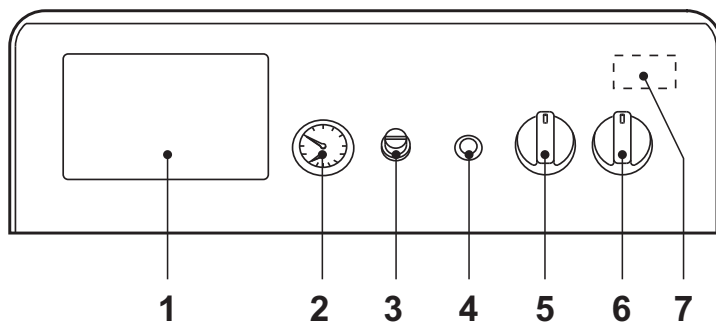
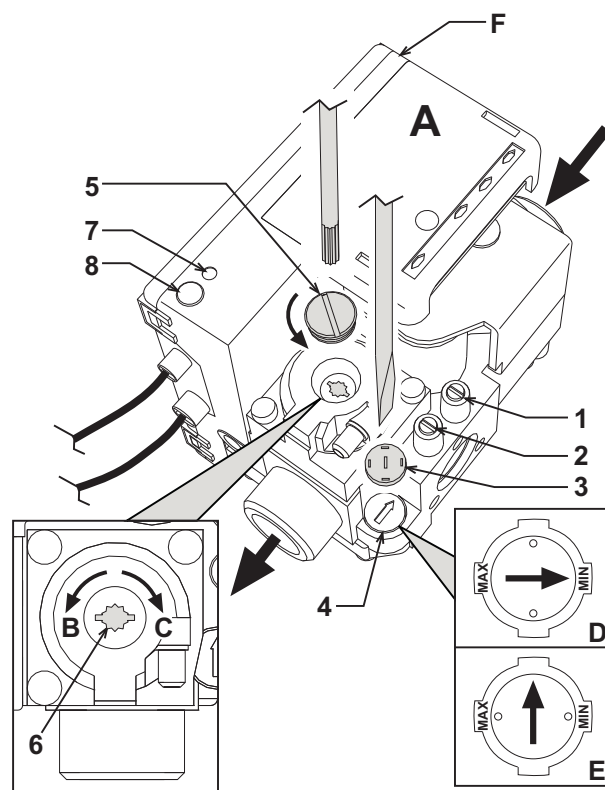

рис. 1 - Панель управления
рис. 3 - Регулирование давления
- Установите главный выключатель “6” в положение 1 ( рис. 1).
- Если котел оборудован электронным термостатическим блоком управления, установленным в положении 1 на рис. 1, пользователь должен также соблюдать инструкции, предоставляемые изготовителем данного блока.
Повернув рукоятку 5 на рис. 1 по часовой стрелке, температура воды в системе отопления повышается и наоборот. Температуру воды в системе отопления можно регулировать в пределах от 30° до 90°. Однако не рекомендуется эксплуатировать котел при температуре ниже 45°.
Задайте с помощью термостата температуры воздуха в помещении нужную температуру внутри помещения. По команде от комнатного термостата котел нагревает воду в системе отопления до температуры, заданной с помощью термостата регулировки котла 5 де рис. 1. При достижении в помещении желаемой температуры котел выключается.
При заполнении холодной системы отопления, давление воды, контролируемое по показаниям установленного на котле водомера поз. 2 на рис. 1, должно составлять примерно 1,0 бар. Если во время работы давление воды в системе упало (из-за испарения растворенных в воде газов) до величины ниже вышеуказанного минимума, пользователь должен открыть кран подачи воды и довести давление до первоначального значения. По окончании операции всегда закрывайте кран подачи воды.
Подключите манометр к штуцеру отбора давления 2 ( рис. 3), расположенному после газового клапана, затем переведите ручку термостата котла (поз. 5 - рис. 1) на максимум.
Сняв защитную пробку 5 ( рис. 3), регулируйте давление газа с помощью винта 6 на желаемое значение (см. таблицу технических данных и диаграммы изменения мощности, приведенных в сар. 5).
2. Снимите с газового вентиля маленький защитный колпачок 3 (рис. 3). С помощью маленькой отвертки отрегулируйте "СТУПЕНЬ" розжига на основании выбранного для работы газа (G20-G25 Положение Dрис. 3 или G30-G31 Положение E рис. 3); установите защитный колпачок на место.